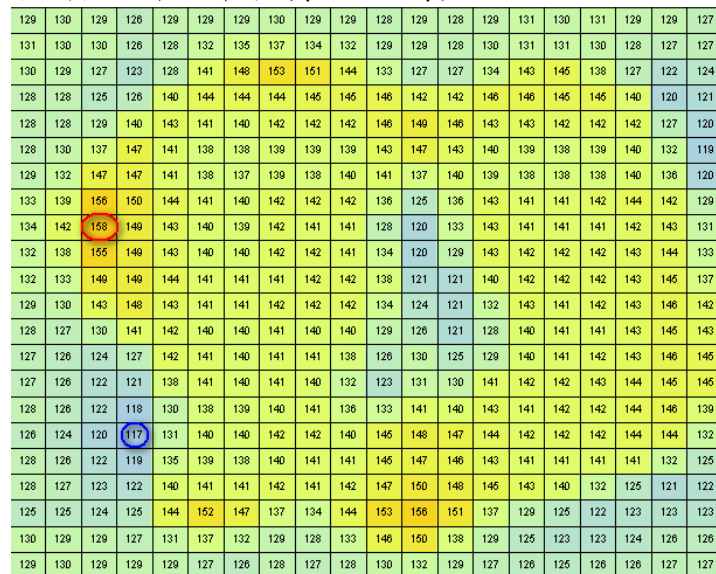

Figure 5-49: 掌壓範例電容值分佈示意圖
- ◆ 圖 Figure 5-49 示意掌壓電容值分佈，受影響電容值最小值為 117(藍色圈選)。